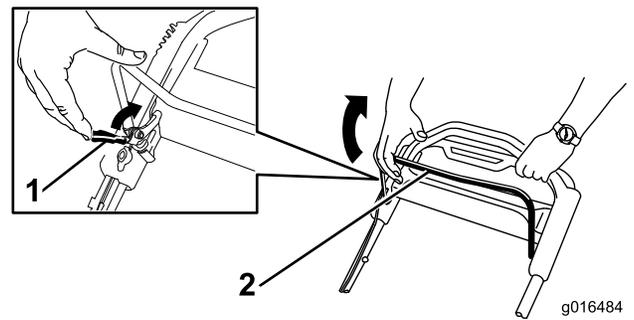

Рисунок 20
1. Потяните фиксатор штанги управления ножом в сторону штанги (Рисунок 20).
2. **Медленно** потяните штангу управления ножом обратно к рукоятке (Рисунок 20).